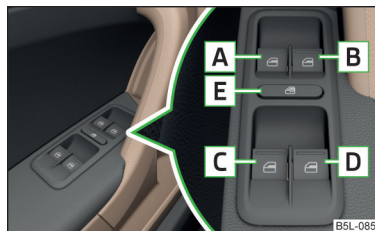

Fig. 41
Tastele geamurilor acționate electric » fig. 41
➤ Apăsați tasta **E** » fig. 41.
- După decuplarea contactului, geamurile mai pot fi deschise sau închise cca. 10 minute. După deschiderea portierei șoferului și a pasagerului din față, geamurile se mai pot opera numai cu tasta **A** » fig. 41.
- Mențineți tasta  » fig. 41 la pagina 62 în poziție de deschidere.
- Mențineți tasta  » fig. 41 la pagina 62 în poziție de închidere.